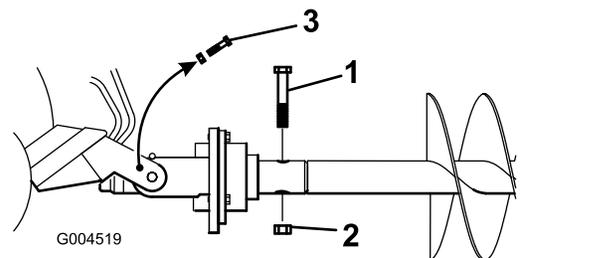

Рисунок 8
10. Прикрепите шнек к приводной головке с помощью болта ($\frac{7}{8} \times 4\frac{1}{2}$ дюйма) и гайки ($\frac{7}{8}$ дюйма), как показано на рис. Рисунок 8.